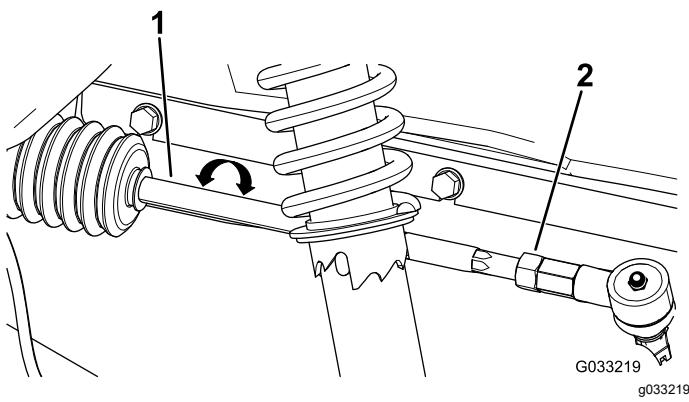

Figure 47
2. Si la mesure n'est pas comprise entre 0 et 6 mm (0 et ¼ po), desserrez les écrous de blocage aux extrémités extérieures des biellettes (Figure 47).